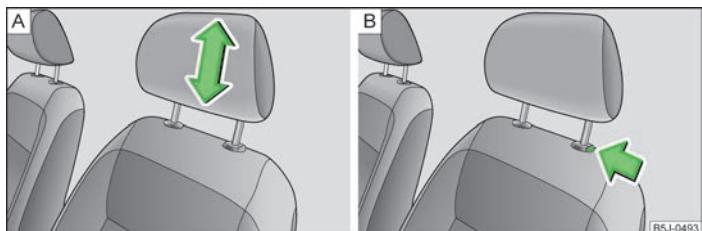

Fig. 40 Reposacabezas. Ajustar/desmontar
- Coger el reposacabezas por los lados con las dos manos y tirar a discreción de él hacia arriba » fig. 40 - [A].
- Si se desea desplazar el reposacabezas hacia abajo, pulsar y mantener pulsada la tecla de seguro » fig. 40 - [B] con una mano, y con la otra mano el desplazar el reposacabezas hacia abajo.
- Pulsar la tecla del seguro en el sentido de la flecha » fig. 40 - **B** y extraer el reposacabezas.